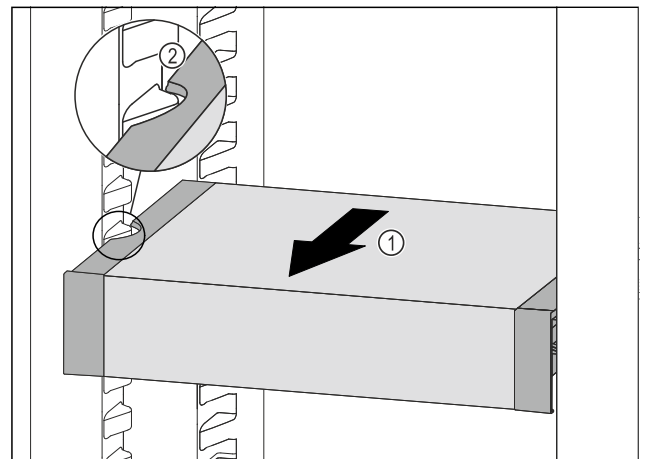

Fig. 180
- VarioSafe nach vorne ziehen *Fig. 180 (1)*, bis sich die seitlichen Aussparungen des VarioSafes auf Höhe der Behälterrippe im Kühlteil befinden. *Fig. 180 (2)*